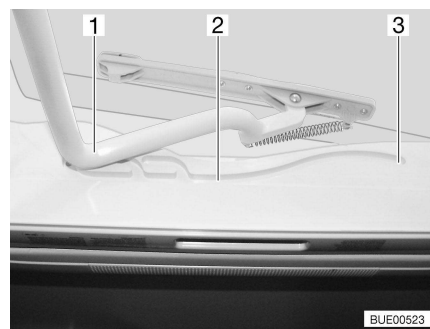

Bild 35 Heki-taklucka, spår
- Dra in bygel (Bild 35,1) i spåren (Bild 35,2) till den bakersta positionen (Bild 35,3).
- Tryck bygel (Bild 35,1) lätt uppåt med båda händerna.
- Drag bygel till önskad position i spåret (Bild 35,2).